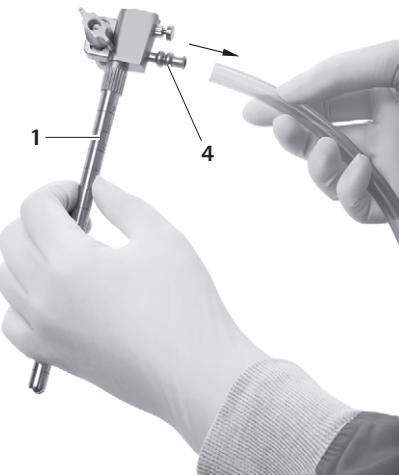

Fig. 12
- Lossa slangen från spolningsanslutningen 4, se Fig. 12.